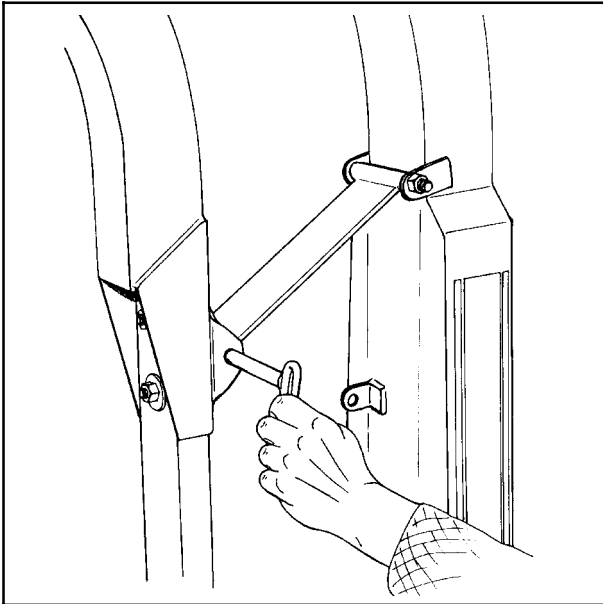

Fig. 2-7
Når maskinen ikke er i bruk, så må en påse at låsebolten for sveivarmen er montert og hårnålsplinten er på plass. Hvis ikke låsebolten er satt i, kan sveivarmen og/eller selve maskinen bli skadet under transport. (Se fig. 2-7). For TWIN-maskiner, se også punkt 2.10.
1. Kjør sveiva inn under tårnet ved å trykke **“STOP” (9)** og holde den inntrykket.
2. For låsing og avlastning av sveivarm under transportkjøring, så må en påse at låsebolten for sveivarmen er montert. (Se kap. 2.6 og fig. 2-7).
1. Kjør **hovedsveiva** inn under tårnet ved å trykke "**STOP**" (9) og holde den inntrykket.